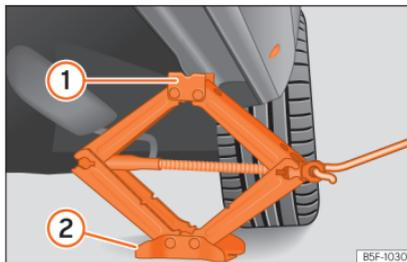

Fig. 47 Longarina: colocação do macaco do veículo.
- Rode a manivela do macaco, colocado por baixo do ponto de apoio da longarina, para levantá-lo até que o ressalto ① » » Fig. 47 se encontre por baixo da zona que lhe corresponde.
- Alinhe o macaco de forma que o ressalto ① «fique encaixado» na zona da longarina que lhe corresponde e que a placa base móvel ② fique apoiada no chão. A placa base ② deve ficar colocada na vertical, relativamente ao ponto de apoio ①.